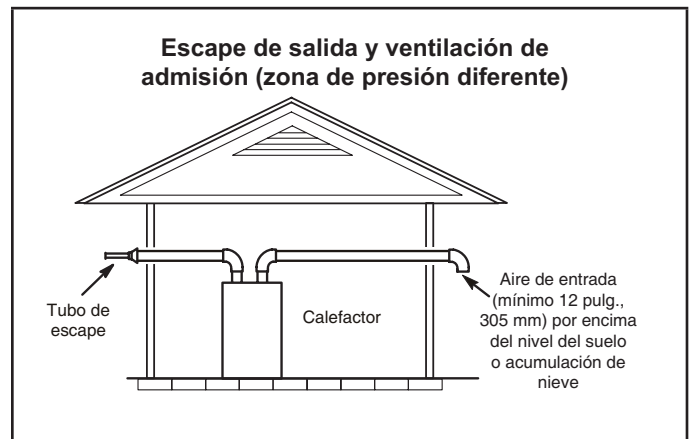
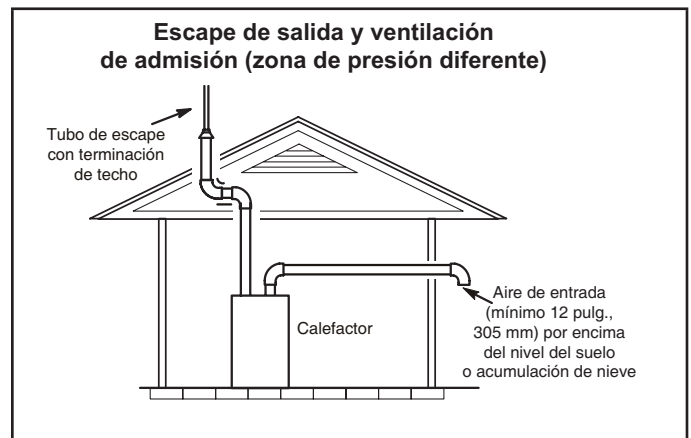

FIGURA 26
FIGURA 27
- 1 - Las terminaciones de entrada y de escape no tienen que estar en la misma zona de presión. Usted puede sacar la entrada en un lado de la estructura y el escape en el otro lado (FIGURA 26). Usted puede sacar el escape por el techo y la entrada por el costado de la estructura (FIGURA 27).